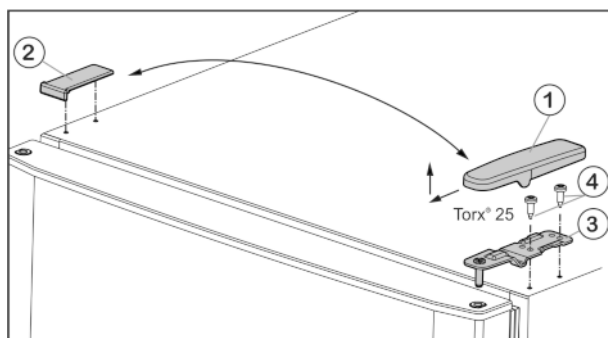
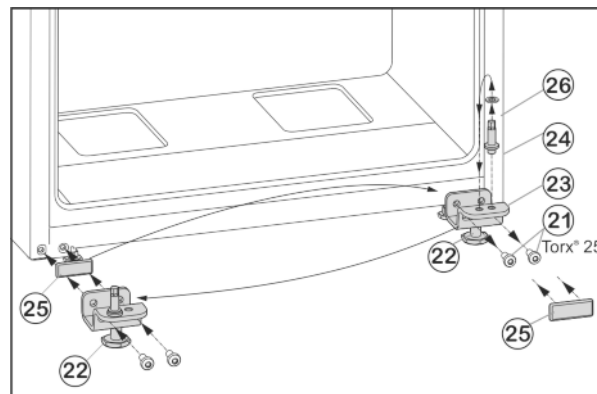

Fig. 4
Fig. 6
- ▶ Tõmmake kate Fig. 4 (1) suunaga ette- ja ülespoole maha.
- ▶ Tõstke kate Fig. 4 (2) pealt ära.
- ▶ Kruvige ülemine laagritugi Fig. 4 (3) küljest ära (2 tk Torx® 25) Fig. 4 (4) ja tõmmake ülespoole maha.
- ▶ Keerake kinnituskruvid Fig. 6 (21) välja.
- ▶ Võtke alumine laagripukk Fig. 6 (23) tervikuna koos laagripoldi Fig. 6 (24), seibi Fig. 6 (26) ja seadejalaga Fig. 6 (22) maha.
- ▶ Keerake laagripolt Fig. 6 (24) tervikuna koos seibiga Fig. 6 (26) välja, paigutage vastasküljel laagripuki kinnitussasse ümber ning kruvige taas kinni.
- ▶ Võtke katteplaat Fig. 6 (25) ettevaatlikult maha ja paigutage vastasküljele ümber.
- ▶ Kruvige alumine laagripukk Fig. 6 (23) tervikuna koos laagripoldi Fig. 6 (24), seibi Fig. 6 (26) ja seadejalaga Fig. 6 (22) akutrelli kasutades uuel šarniirküljel taas **tugevasti (4 Nm)** külge.
- ▶ Asetage alumine uks ülaltpoolt laagripoldile Fig. 6 (24).
- ▶ Pange keskmine laagritugi (13) 180° võrra pööratult alumise ukse sisse ja keerake kinnituskruvidega (11) (2 tk Torx® 25) uuel šarniirküljel **tugevasti (4 Nm)** külge.
- ▶ Pange plastmass-seib (10) peale tagasi.
- ▶ Asetage ülemine uks keskmisele laagritoole (13).
- ▶ Pange ülemine laagritugi Fig. 4 (3) uuel šarniirküljel ukse sisse.
- ▶ Kruvige ülemine laagripukk **tugevasti (4 Nm)** külge (2 korda Torx® 25) Fig. 4 (4). Kasutage vajaduse korral akutrelli.
- ▶ Pange kate Fig. 4 (1) vastasküljel väljastpoolt peale ja fikseerige.
- ▶ Pange kate Fig. 4 (2) vastasküljel ülaltpoolt peale ja fikseerige.
- ▶ Keerake seadejalga Fig. 6 (22) alumisest laagritoest Fig. 6 (23) välja, kuni ta toetub vastu põrandat.